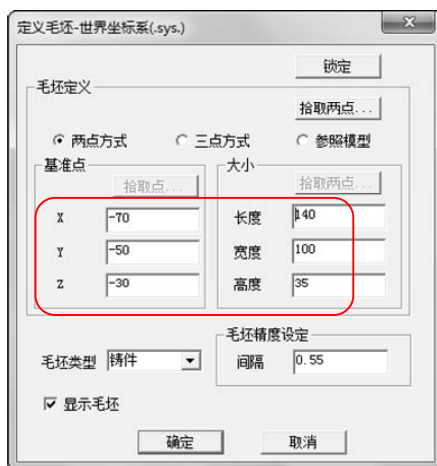

图 2-5 加工管理 图 2-6 “定义毛坯-世界坐标系 (.sys.)”对话框
1) 双击如图 2-5 所示“加工管理”中的“毛坯”标识，系统弹出“定义毛坯-世界坐标系 (.sys.)”对话框。